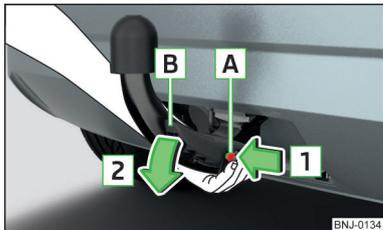

Fig. 160
- Prenez la boule d'attelage par le bas » fig. 160.